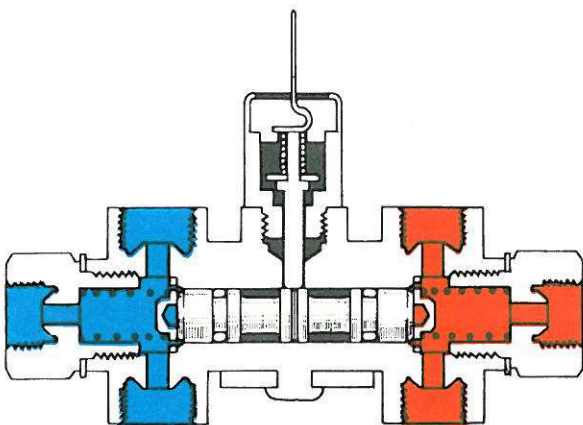

Figure 43. Position normale
Lors d'un freinage, si les deux circuits sont intacts, la pression hydraulique est en général la même sur les deux côtés (figure 43). Si, par exemple, la pression dans le circuit secondaire est un peu supérieure, elle aura tendance à pousser les pistons vers la droite. Alors, la rondelle de butée (11) se soulève et la pression du ressort (9) s'oppose à ce déplacement.